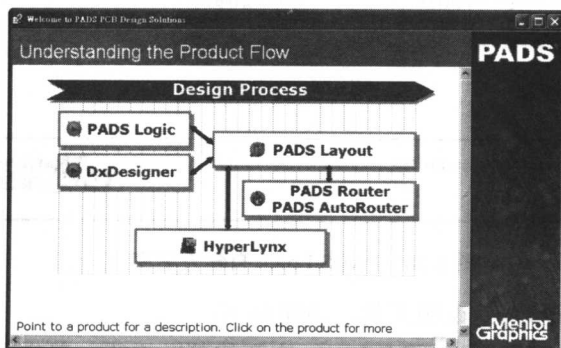

图 1-16 设计流程说明窗口
- PADS Design Flow** 选项提供 PADS 设计流程的说明，单击此选项即可打开 PADS 设计流程说明窗口，如图 1-16 所示，还可在其中指定进一步的说明。